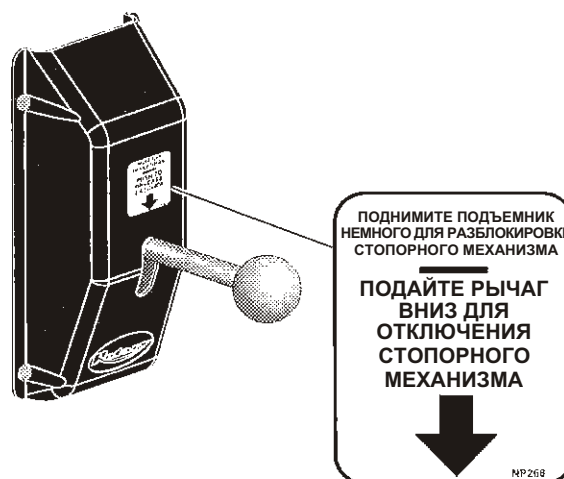

Рис. 22
**21. Наклейка стопорного механизма:** в случае если наклейка стопорного механизма еще не наклеена, ее следует наклеить на крышку стопорного механизма в месте чуть выше рычага управления (рис. 22).